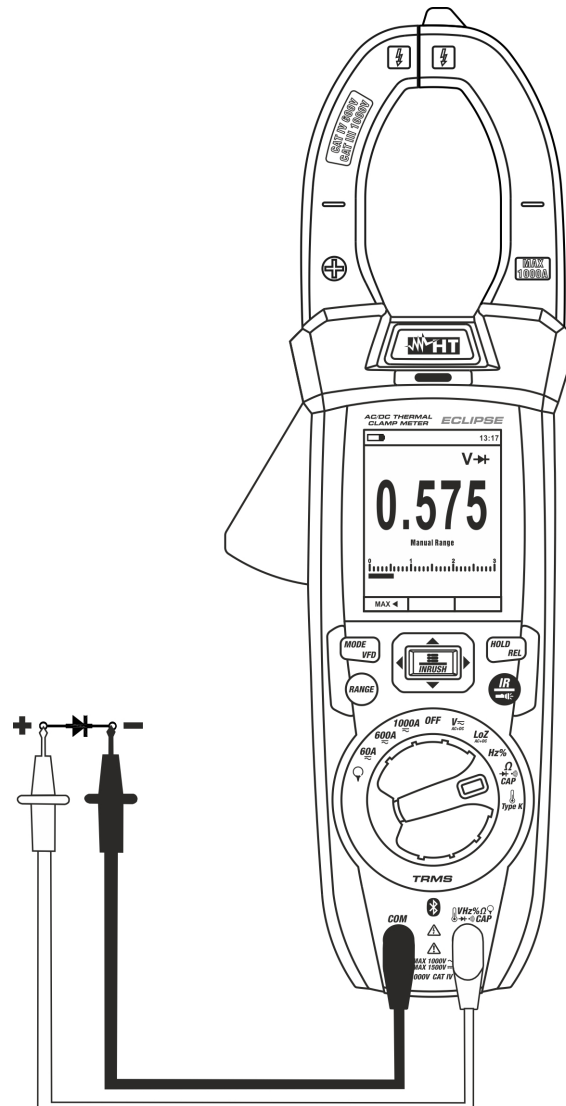

Abb. 28: Verwendung des Gerätes für Diodenprüfung
4. Verbinden Sie die Messleitungen mit den jeweiligen Enden der zu messenden Diode (siehe Abb. 28) und achten Sie dabei auf die angegebene Polarität.. Der Wert der direkt polarisierten Schwellenspannung wird im Display angezeigt.
6. Wenn das Gerät die Meldung "**OL**" anzeigt, sind die Anschlüsse der Diode vertauscht (siehe Abb. 28) oder die P-N Verbindung ist defekt.